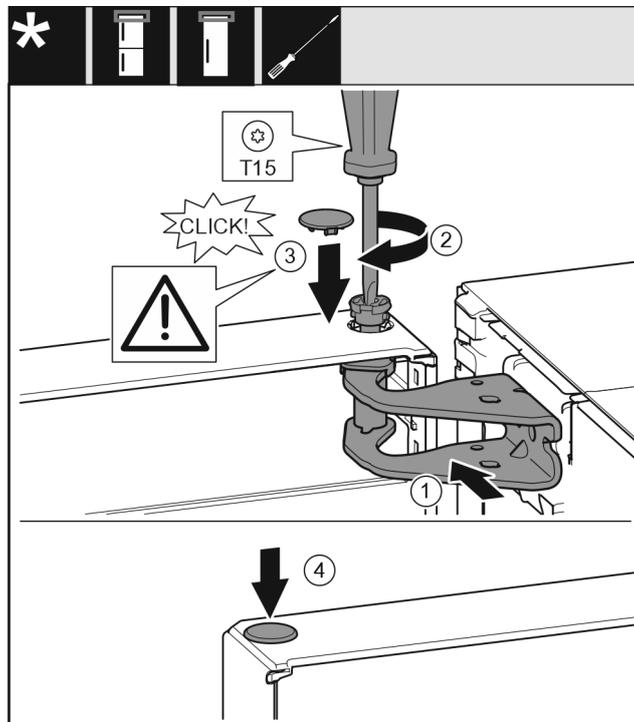

Fig. 26
- ▶ Выровняйте дверь вверху по отверстию в опорном кронштейне Fig. 26 (1)
- ▶ Вставьте палец Fig. 26 (2) и затяните отверткой.
- ▶ Установите предохранительную крышку Fig. 26 (3) для защиты двери: вставьте предохранительную крышку и проверьте, прилегает ли она к двери. В ином случае вставьте палец полностью.
► Вставьте заглушку Fig. 26 (4).